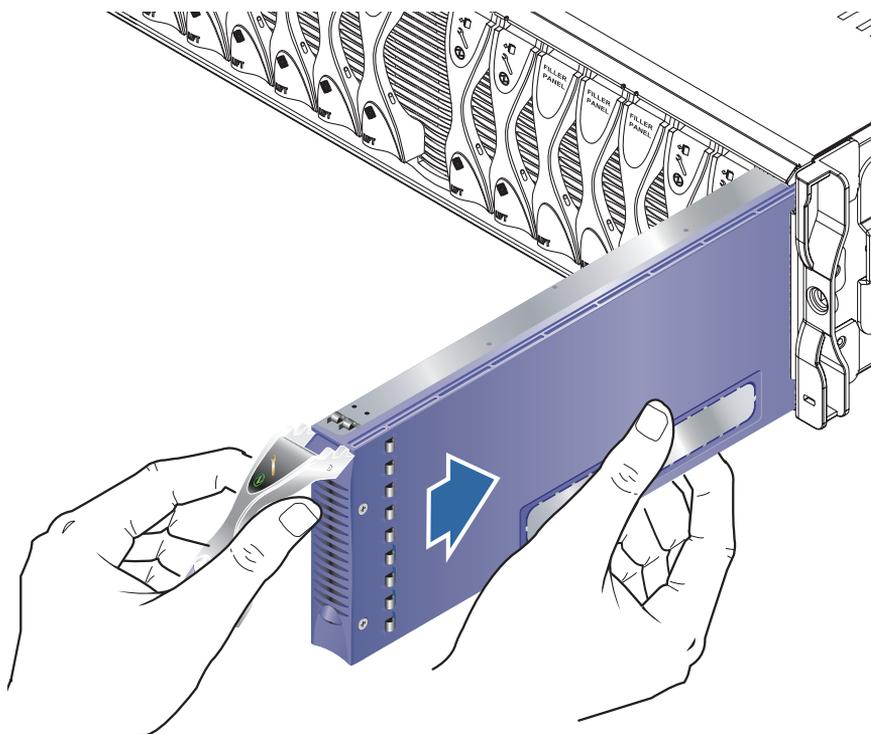

FIGURE 3-6 Alignement et insertion de la blade
Assurez-vous que le connecteur de la blade se trouve bien face au châssis, le point d'articulation du mécanisme de levier étant en haut. Soutenez la blade avec votre main libre pendant que vous la rapprochez du châssis (FIGURE 3-6).
6. **Insérez la blade dans l'emplacement sélectionné du châssis (FIGURE 3-6).**